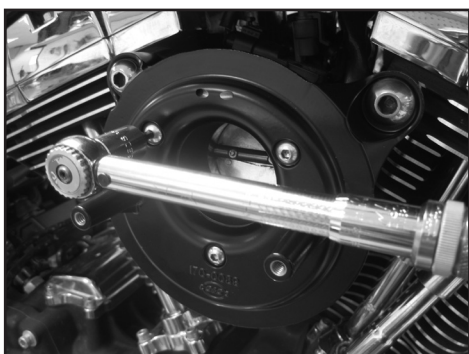

Figura 6
7. Ora che la piastra è in posizione, stringere fino in fondo le viti $\frac{1}{4}$ " X 20 della piastra a 72 in.-lbs. come illustrato nella **figura 6**.